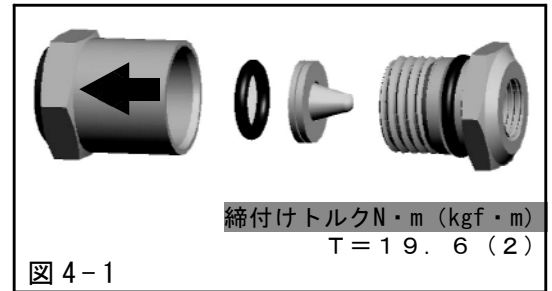

図4-1
- 2ヶ月又は5000km走行ごとにオイルラインフィルタの分解清掃を行なってください。(図4-1)